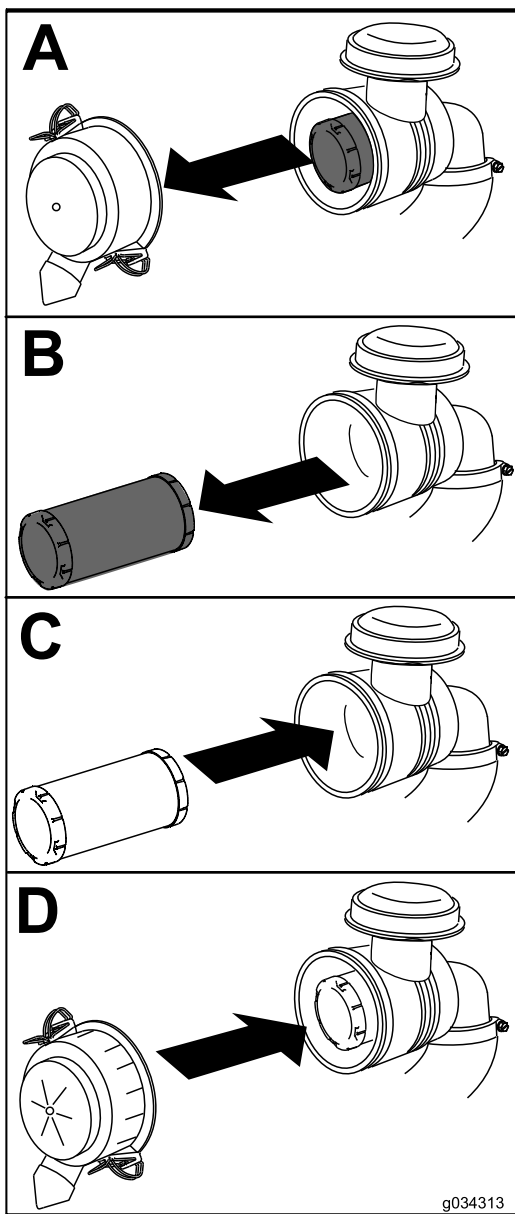

Рисунок 36
1. Осторожно извлеките элемент воздухоочистителя из корпуса воздухоочистителя (Рисунок 36).
4. Установите крышку воздухоочистителя таким образом, чтобы сторона, обозначенная UP (ВВЕРХ), была направлена вверх, и закрепите защелки (Рисунок 36).